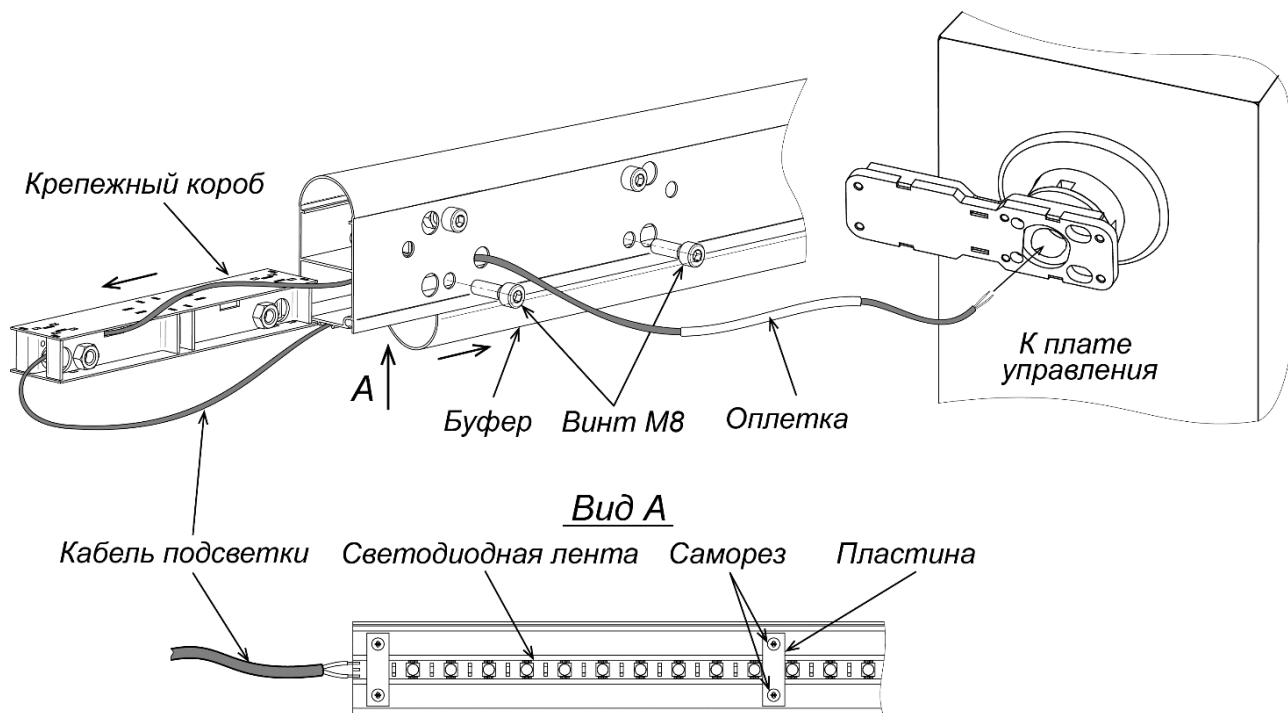
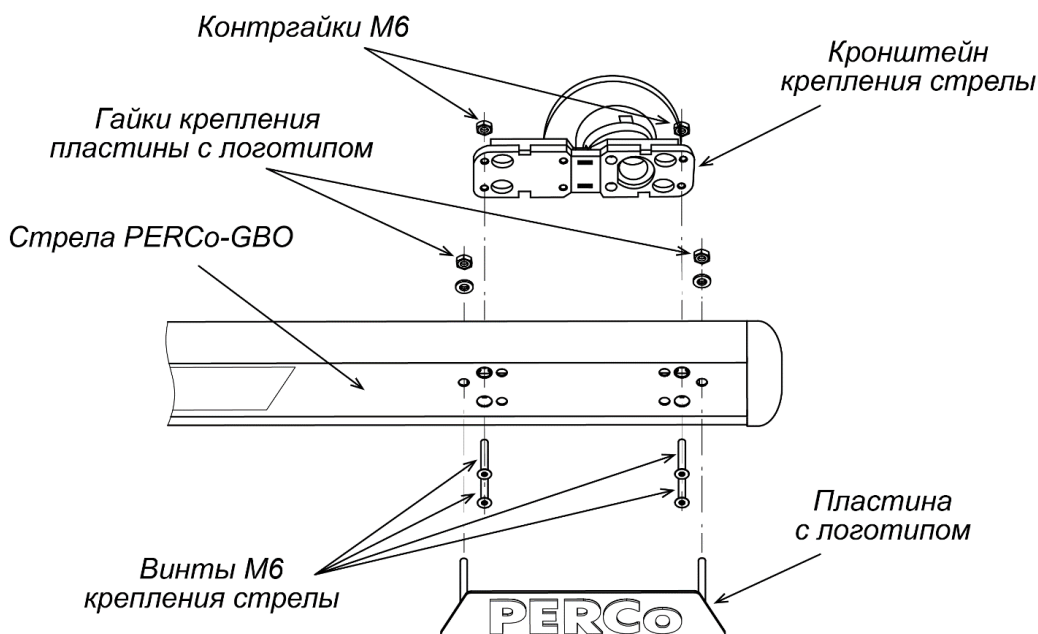

Рисунок 12. Монтаж подсветки стрелы **PERCo-GBO**
Рисунок 13. Монтаж стрелы PERCo-GB0
Для предохранения механизма шлагбаума от сильного горизонтального воздействия на стрелу (наезда) в ее конструкции предусмотрены саморазрушающиеся пластиковые элементы. Это могут быть либо пластиковые предохранители, установленные на крепежном коробе стрелы GBO или переходной пластине стрелы GBR (см. рис. 12 и 13), либо в качестве предохранителей могут использоваться пластиковые винты М6 вместо металлических для крепления стрелы. Для замены поврежденных при наезде элементов в комплекте стрелы имеется их запас.
1. Снимите боковую заглушку стрелы, открутите два винта M8 и извлеките нижний крепежный короб из стрелы (см. рис. 12).
6. Наденьте на провода предохраняющую оплетку, входящую в комплект поставки стрелы, и заведите их внутрь корпуса стойки шламбаума через отверстие в кронштейне стрелы (см. рис. 12). После установки стрелы на стойку шламбаума (см. разд. 8.5.4) подключите провода подсветки стрелы к контактам +12V – BOOM контактной колодки X11 согласно схеме на рис. 22, соблюдая полярность.
Для предохранения механизма шламбаума от сильного горизонтального воздействия на стрелу (наезда) в ее конструкции предусмотрены саморазрушающиеся пластиковые элементы. Это могут быть либо пластиковые предохранители, установленные на крепежном коробе, либо в качестве предохранителей могут использоваться пластиковые винты М6 вместо металлических для крепления стрелы (см. рис. 13). Для замены поврежденных при наезде элементов (запасные идут в комплекте стрелы) необходимо будет вынуть крепежный короб из стрелы (см. рис. 12).
При помощи четырех потайных винтов М6 установите стрелу на кронштейн крепления стрелы шламбаума (используйте динамометрический ключ, момент затяжки – не более 1 Нм), после чего вставьте декоративную пластину с логотипом в отверстия стрелы и зафиксируйте ее гайками (см. рис. 13).